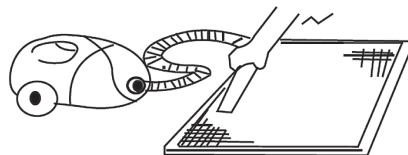

Рис. 1
2. Очистите фильтр с помощью пылесоса. Если фильтр сильно загрязнен, сполосните его водой [Рис. 1,2].